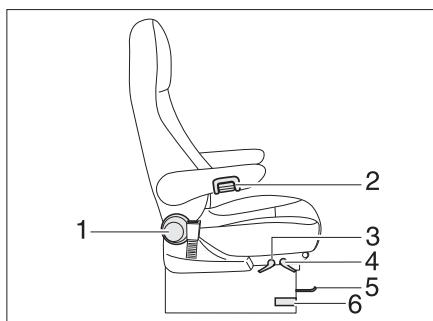

Fig. 19 Sedile del conducente e sedile del passeggero
- Ruotare la rotella zigrinata (Fig. 19,2) in senso antiorario (vista anteriormente). In questo modo viene sbloccato l'arresto del bracciolo.
- Tirare la maniglia (Fig. 19,5). Il sedile può essere spostato in avanti o all'indietro.
- Ruotare il pomello zigrinato (Fig. 19,1). È possibile regolare l'inclinazione dello schienale.
- Tirare la leva (Fig. 19,4) verso l'alto. L'inclinazione del sedile e dello schienale può essere regolata.
- Tirare la leva (Fig. 19,3) verso l'alto.